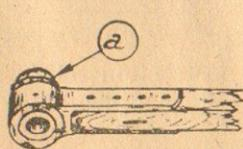

Fig. 10
a) **Bielle super-automatique** (Fig. 10) : Démontez le chapeau de tête de bielle C. 470 et opérez de la façon suivante : Passez sur le goujon du plateau manivelle une première entretoise C. 481. Ensuite engagez la tête de bielle sur le goujon et frappez au besoin à petits coups si le roulement à billes serre un peu. Passez ensuite la deuxième entretoise C. 481 et vissez à l'extrémité du goujon l'écrou C. 532 G. Lorsque ce dernier est bloqué, remettez en place le chapeau C. 470.